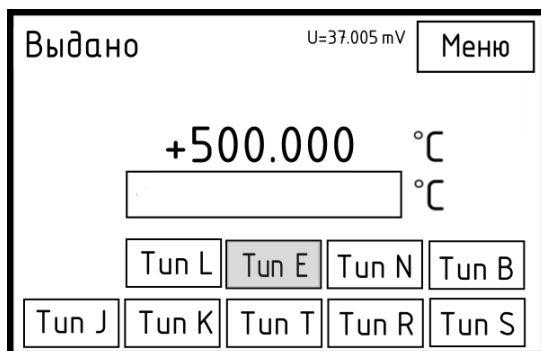

Рисунок 3.16 – Воспроизведение (имитация) значения температуры путем воспроизведения значения напряжения электрического тока, соответствующего НСХ ТС
- для выдачи воспроизводимого сигнала на выходные клеммы калибратора нажать кнопку «ПУСК/СТОП». При этом в первой строке дисплея после надписи «Ждите» появится надпись «Выдано» (рисунок 3.16).